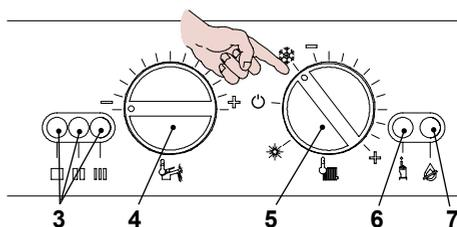
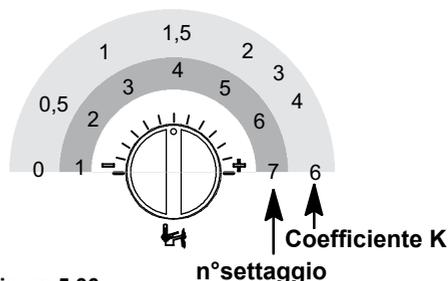

Figura 5.33
Figura 5.36
- Posizionare le manopole 4 e 5 indicato in Figura 5.33.
- Tenere premuto il pulsante di ripristino 6 in Figura 5.33 per circa 10 secondi, la lampada di blocco 7 inizierà a lampeggiare.
- Per tarare il coefficiente K le spie di segnalazione 3 in Figura 5.33 devono essere visualizzate come in Figura 5.34.
- Se non si visualizza questa sequenza premere il pulsante di ripristino 6 in Figura 5.33 tante volte fino alla visualizzazione (5 volte).
- Per visualizzare il settaggio impostato tenere premuto il pulsante di ripristino 6 in Figura 5.33 per circa 5 secondi. Le spie di segnalazione 3 lampeggeranno un numero di volte pari al settaggio (Figura 5.37)
- Per cambiare il settaggio ruotare la manopola regolazione temperatura sanitari 4 in Figura 5.33 e posizionarla nel valore di K desiderato Figura 5.36 (nella figura es. manopola settata per K1,5), la lampada di segnalazione blocco 7 lampeggia velocemente
- Per memorizzare il settaggio premere il pulsante di ripristino 6 in Figura 5.33 per circa 5 secondi, le spie di segnalazione 3 lampeggiano tutte quante simultaneamente come in Figura 5.37 (legenda spie Figura 5.35)